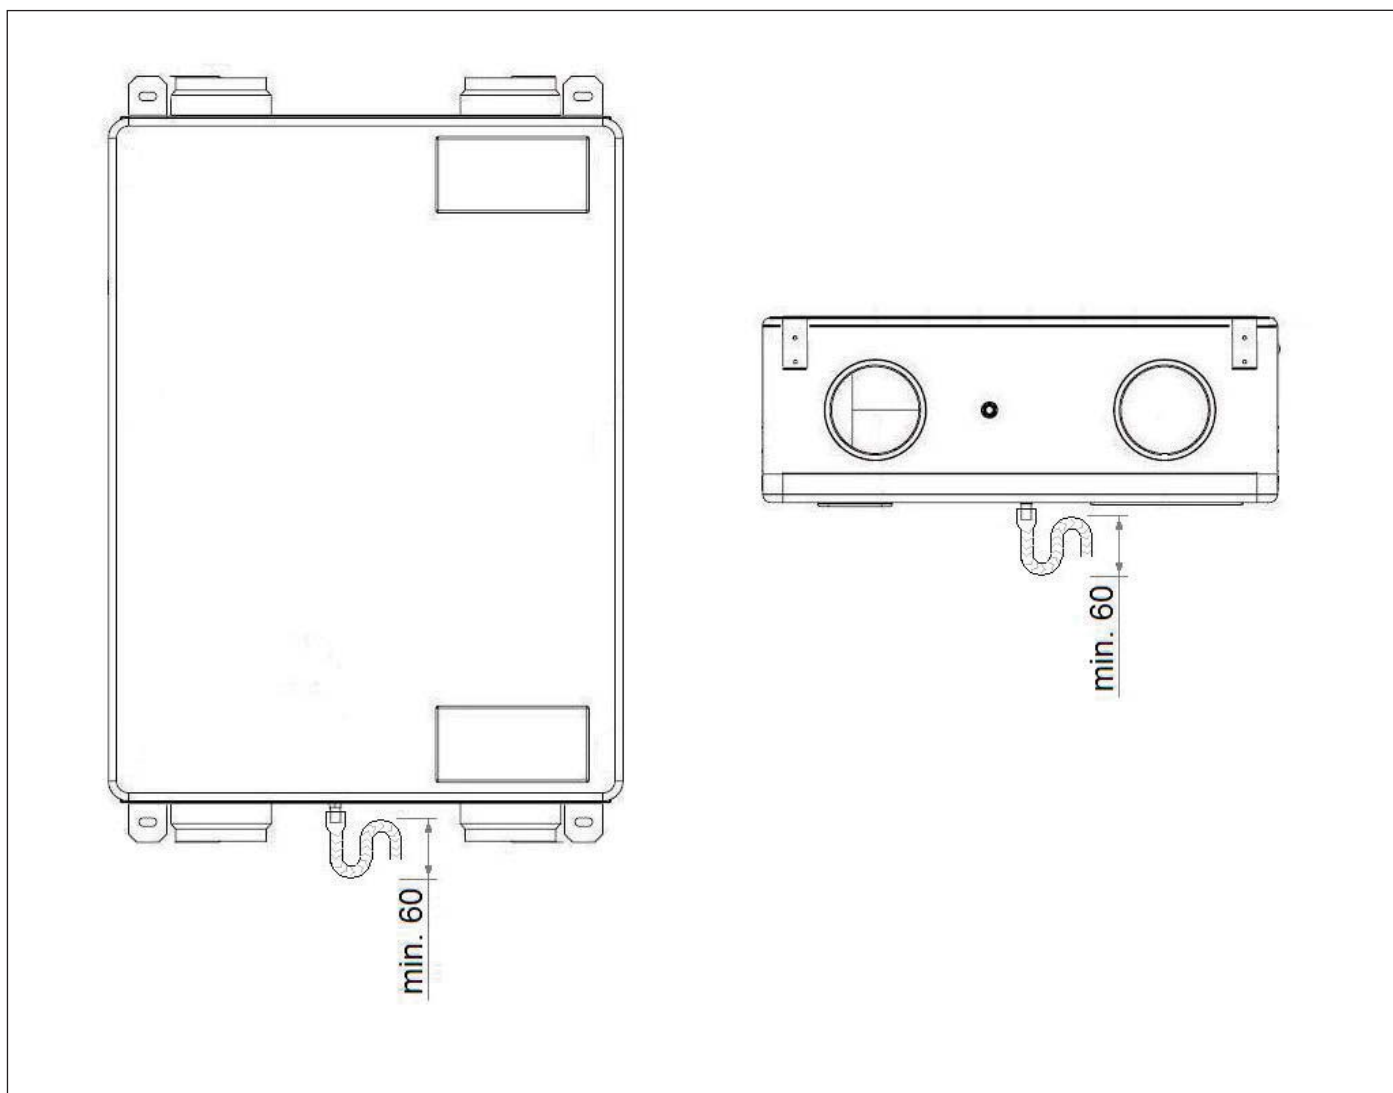

fig. 6
- Il modulo BHC è dotato di involucro integrale con scarico condensa (con diametro esterno 19 mm), che deve essere sifonato come riportato in fig. 6.
- The BHC module is equipped with a complete casing with a condensate drain (19 mm external diameter), which must be sifonated as shown in fig. 6.